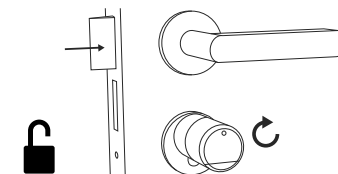
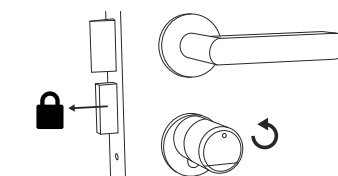

Fig. 5
Fig. 6
- 3 Si la combinación de números introducida es correcta, se iluminará el símbolo de estado del cilindro (⊙) y podrá abrir (Fig. 5) o cerrar (Fig. 6) la puerta.